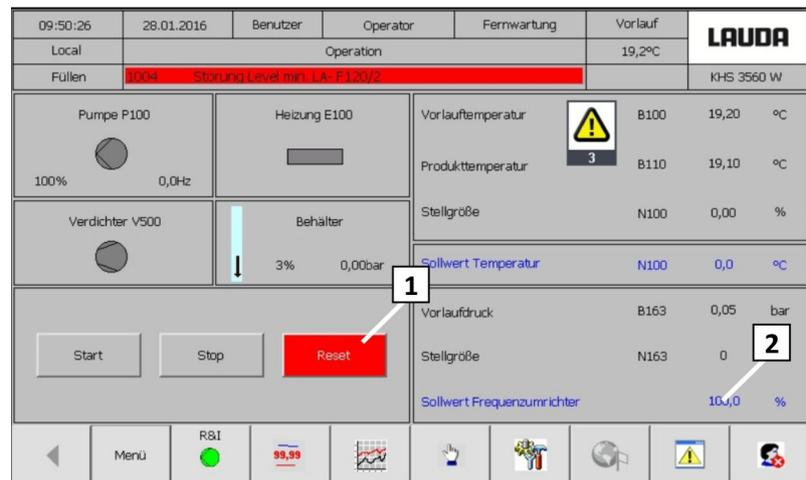

Abb. 72: Bildschirm Betrieb
**12.** Aufgelaufene Störungen mit der [Reset-Taste] quittieren. (Abb. 72 [1])